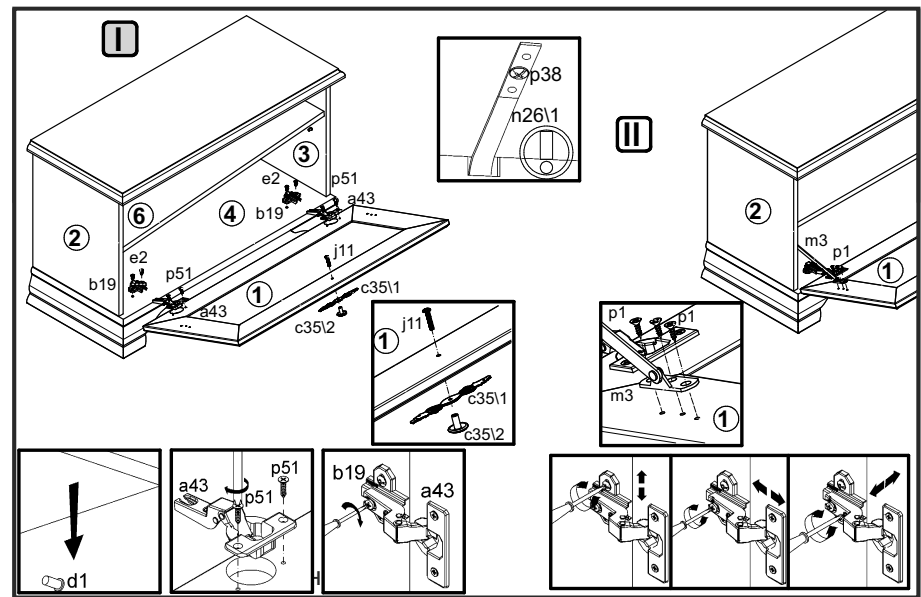

Рисунок 5
3. В отверстия $\varnothing 5$ мм на верхней поверхности щита нижнего **4** прикрутить еврошурупами **e2** ответные планки петель **b19** (см. рис. 5).
14. Положить дверь **1** фасадной поверхностью вниз на ровную поверхность и закрепить на ней петли шарнирные **a43** шурупами **p51** (см. рис. 5).
15. Навесить дверь **1** на корпус тумбы, совместив петли шарнирные **a43** с ответными планками петель **b19**. При необходимости отрегулировать положение дверей, вращая регулировочные винты (см. рис. 5).
16. В отверстия $\varnothing 3$ мм (кернения) на внутренней поверхности двери **1** закрепить кронштейны бара **m3** шурупами **p1** (см. рис. 5).
17. В отверстие $\varnothing 5$ мм на внутренней поверхности двери **1** вставить винт **j29**, снаружи совместить отверстия элементов ручки **c351/1, c352** с резьбой винта и завернуть винт, удерживая ручку (см. рис. 5).
18. Установить полку переставную **6** на полкодержатели **d1** (рис. 5).